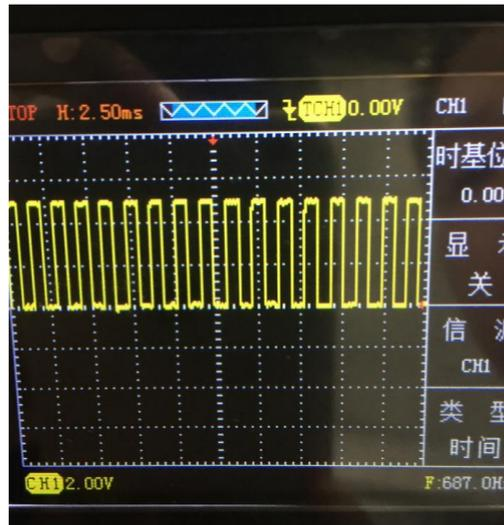

图 5 霍尔式车速传感器
- ①同曲轴、凸轮轴位置传感器步骤 1
- ②进入主菜单界面后选择“传感器”，然后进入子菜单按上下键选中“车速传感器”，进入二级子菜单按上下键选择“磁电式”、“霍尔式”或“光电式”，按“OK”键确认后进入示波器操作界面（注：进入磁电式和霍尔式示波器前分别会提示“幅度随转速变化”和“0-5v 或 0-12v”等待几秒即可进入操作界面）
- ③将探头接到示波器 CH1 且探头调置 1X 档，然后接地夹接到信号地或搭铁
- ④由于示波器“磁电式”、“霍尔式”和“光电式”功能已默认好设置（磁电式和霍尔式：探头档 1X，时基档 5ms，光电式探头档 1X，时基 25ms），只需将探头接到对应的信号即可直观的显示波形，如图 5
- ⑤按下“CH1”，可以查看各项数值和配置（配置已默认）
- ⑥显示的波形可以自行通过调节时基、垂直伏/格和触
- ②进入主菜单界面后选择“传感器”，然后进入子菜单按上下键选中“氧传感器”，进入二级子菜单按上下键选择“锆型”或“钛型”，按“OK”键确认后进入示波器操作界面
- ④由于示波器“锆型”和“钛型”功能已默认好设置（探头档 1X，时基档 1s），只需将探头接到对应的信号即可直观的显示波形，如图 5（注：由于处于“SCAN”扫描模式需要耐心等待波形扫描出来）
- ⑥显示的波形可以自行通过调节时基、垂直伏/格和触发方式实现自己的需求（时基、垂直伏/格和其他的